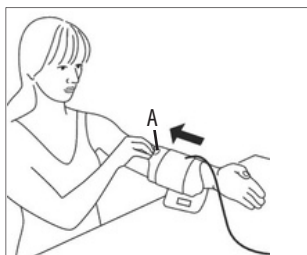

Fig. 1
- La misurazione va eseguita sul braccio nudo. Nel caso di un bracciale con tirante, far passare l'estremità del bracciale attraverso l'anello di metallo in modo da formare un occhiello. In questo caso, la chiusura in velcro deve trovarsi all'esterno. Posizionare il bracciale sul braccio tirando la linguetta (vedi fig. 1).